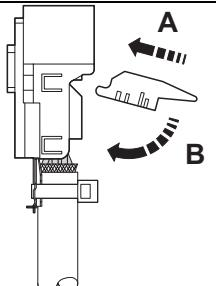

рис.4
- Snap both locking latches in the groove of the female insert (Fig. 4 A).
- Open up the locking latches on the clamping part (Fig. 4 B).
- Rasten Sie die beiden Verriegelungsbügel in die Nut des Buchseneinsatzes (Abb. 4 A).
- Klappen Sie die Verriegelungsbügel auf den Klemmkörper (Abb. 4 B).
Abb./Fig.4
- Зафиксировать обе защелки-фиксаторы в пазе гнездовой вставки (рис. 4 A).
- Откинуть защелки-фиксаторы на клеммном модуле (рис. 4 B)